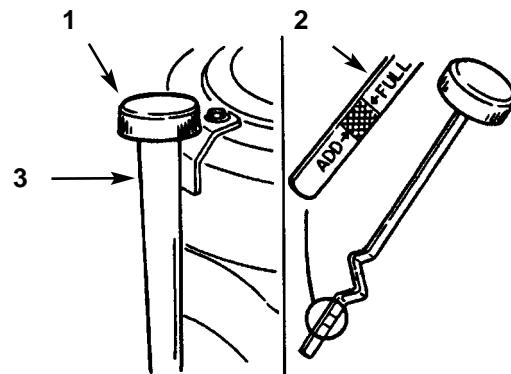

Bild 20
4. Den Ölmeßstab abschrauben und das Metallende sauberwischen (Bild 20)
Den Ölmeßstab ganz in das Ölfüllrohr einschrauben (Bild 20). Den Ölmeßstab nochmals herauschrauben und das Metallende betrachten. Bei niedrigem Ölstand, langsam genug Öl in das Füllrohr einfüllen, bis der Ölstand die "VOLL"-Markierung erreicht.
7. Langsam ca. 80% der vorgeschriebenen Ölmenge in den Füllstutzen eingießen (Bild 20). Dann den Ölstand kontrollieren; siehe *Kontrolle des Ölstands*. Langsam mehr Öl einfüllen, bis der Ölstand die "FULL"-Markierung am Meßstab erreicht.